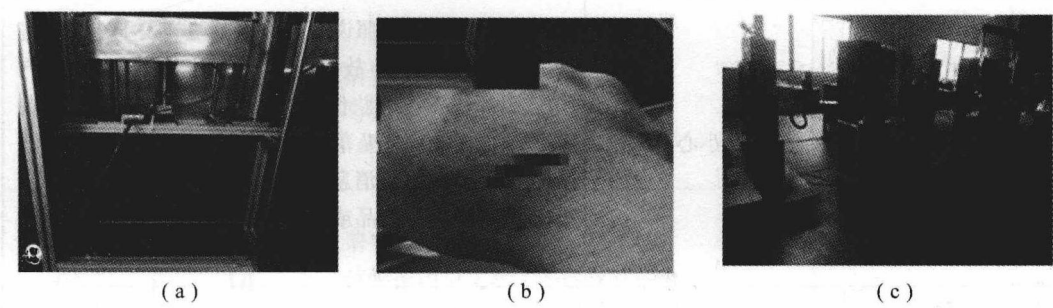

图 1-3 模拟冲压设备切伤手背现场
(3) 2017 年 5 月 7 号上午，佛山华数工程中心一名员工在一楼展示区调试新组装的模拟冲压设备内部时，右手手背被气缸组件切伤，如图 1-3 所示。